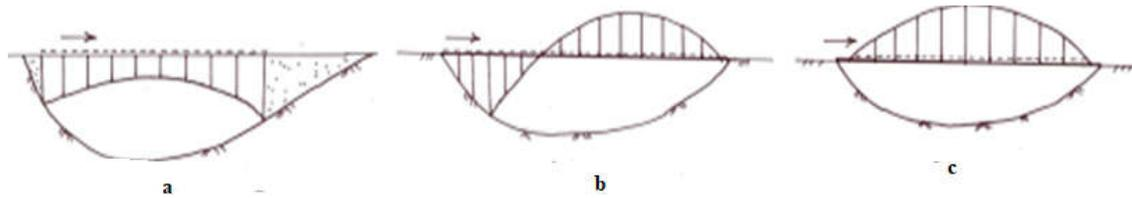

Fig.6 Pont à tablier : a- supérieur, b- inférieur, c- intermédiaire
1. **Pont tournant** : le tablier peut tourner autour de l'axe vertical de la culée ou la pile (fig.6).
- **Pont à tablier supérieur** : Le tablier se situe au-dessus des éléments porteurs (fig. 6.a).
- **Pont à tablier inférieur** : Le tablier se trouve dans la partie inférieure des éléments porteurs (fig. 6.b).
- **Pont à tablier intermédiaire** : (supérieur et inférieur) (fig. 6.c).